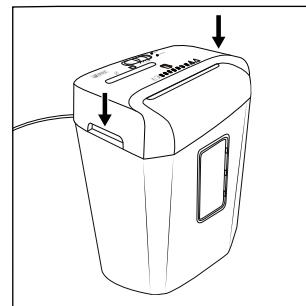

Abb. 2
- ◆ Fassen Sie den Schneidaufsatz **6** an beiden integrierten Tragmulden **8** und setzen Sie ihn so herum auf den großen Auffangbehälter **12**, dass das Netzkabel **1** nach hinten und das Sichtfenster **11** des großen Auffangbehälters **12** nach vorne zeigt (siehe Abb. 2).
- ◆ Fassen Sie den Schneidaufsatz ⑥ an beiden integrierten Tragmulden ⑧ und setzen Sie ihn so herum auf den großen Auffangbehälter ⑫, dass das Netzkabel ① nach hinten und das Sichtfenster ⑪ des großen Auffangbehälters ⑫ nach vorne zeigt (siehe Abb. 2).